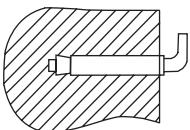

Рис. 6
1. Определите точки для отверстий под распорные болты с крюками (определяются в соответствии со спецификацией прибора, который вы выбрали). Проверьте в стене два отверстия соответствующей глубины с использованием сверла, подходящего по размеру под распорные болты, прилагаемые к водонагревателю, вставьте винты, поверните крюк вверх, плотно затяните гайки и затем повесьте электрический водонагреватель на эти крюки (см. Рис. 6).